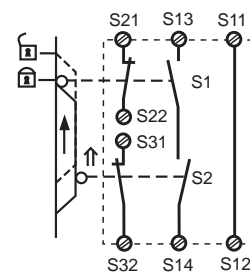

Fig. 6: Schutztürsteuerung zweikanalig, automatischer Start/Two channel safety gate control, automatic reset/2-kanals sikkerhedsdør, automatisk reset
- Fig. 6: Automatischer Start bei Schutztürsteuerung: Das Gerät ist bei geöffneter Schutztür über den Startkreis S13-S14 startbereit. Nach Schließen der Eingangskreise S11-S12, S21-S22 und S31-S32 werden die Sicherheitskontakte geschlossen.
- Fig. 6: Automatic reset with safety gate control: with the safety gate open the unit is ready for operation via reset circuit S13-S14. After closing the safety input circuit S11-S12, S21, S22 and S31-S32 the safety contacts will close.
- Fig. 6: Automatisk reset med sikkerhedsdør